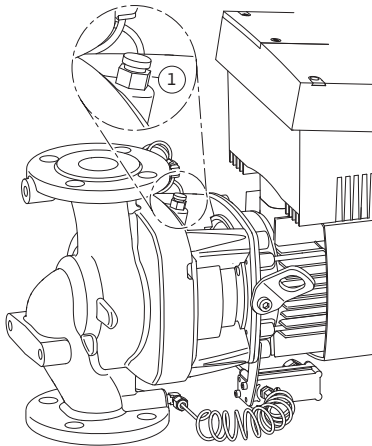

Fig. 44: Zawór odpowietrzający
- Pompy należy odpowietrzać poprzez poluzowanie zaworów odpowietrzających (Fig. 44, poz. 1.). Praca na sucho prowadzi do zniszczenia uszczelnienia mechanicznego pompy. Nie wolno odpowietrzać czujnika różnicy ciśnień (ryzyko zniszczenia).